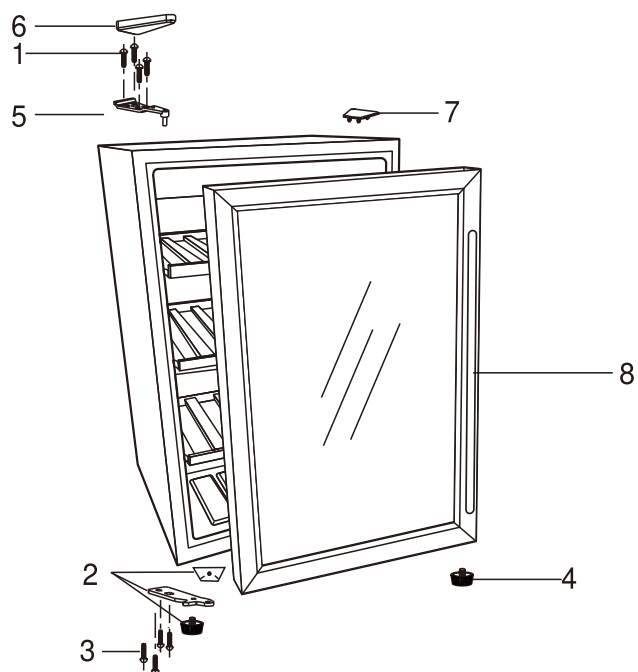

Fig.2
- Retire la placa (Fig. 2: No.7) que cubre la bisagra superior.
- Invierta la dirección de bisagra inferior (Fig. 2: No. 2).
- Instale la bisagra inferior, pata delantera y tapón de la puerta (Fig. 2: No. 2) en el marco inferior con los tornillos (Fig. 2: No. 3).
- Sosteniendo la puerta en la posición cerrada, asegure la bisagra superior (Fig. 2: No. 5) a la puerta y atornille al marco (Fig. 2: No. 1). Nota: No ajuste los tornillos (Fig. 2: No. 1) hasta que la parte superior de la puerta esté nivelada con la parte superior de la unidad.
- Instale la cubierta de bisagra superior (Fig. 2: No. 6) sobre la bisagra superior.